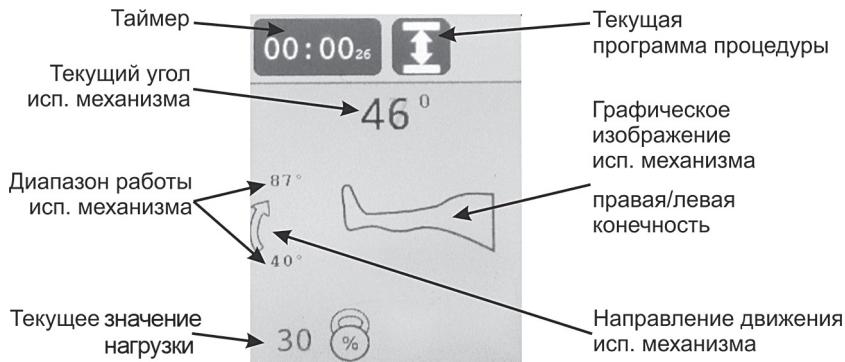

Рисунок 8.3 – Дисплей режима выполнения процедуры
8.1 Дисплей режима выполнения процедуры (см. рис. 8.3).
- В зоне А: заданный пользователем диапазон работы, текущее положение (угол) в градусах (аналогично рис. 8.3) для механизма, а также меню его установок.
Запуск процедуры осуществляется кнопкой . Запуск возможен только когда отображается основной экран, при этом дисплей переходит в режим выполнения процедуры (см. рис. 8.3).
Переключение нагрузки (схема блокировки) Мотор автоматически переключается на противоположное движение, когда сопротивление пациента (нагрузка) превышает заданное значение. Настраивается от 1% до 99% с шагом 1%. В случае, если после изменения направления движения нагрузка вновь превышает установленное пороговое значение достаточно длительное время, то система управления фиксирует состояние перегрузки моторедуктора и выдаёт сообщение об ошибке с соответствующим кодом. При установке значения, превышающего 99%, появляется значок  , означающий отключение функции. При этом на дисплее в режиме выполнения процедуры (см. рис. 8.3) отображается текущее значение нагрузки рядом с иконкой  , функция переключения нагрузки не работает, мотор развивает максимальное усилие. ⚠️ВНИМАНИЕ! Одинаковое установленное значение уровней блокировки для пользователей с разной массой отличается. Для каждого пользователя установка подбирается индивидуально. ⚠️ВНИМАНИЕ! Переключение нагрузки (схема блокировки) является функцией безопасности, для защиты пациента в случае возникновения спазмов, судорог, блокады суставов и других аналогичных ситуаций. Производитель не несет ответственности за неправильное использование данной функции.